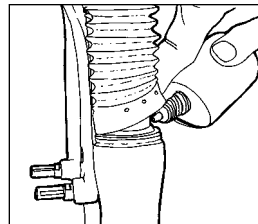

Fig. 4
1. Sollevare il parapolvere dai cilindri inferiori e ripulire la zona del doppio anello di tenuta ed il cilindro superiore. Applicare due, tre gocce di lubrificante al Teflon all'altezza del giunto del cilindro superiore. (Vedi fig. 4)